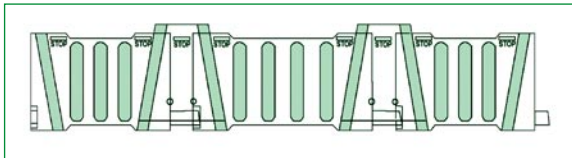

Fig. 3
4. Allineare le scritte **STOP**, presenti sui Registri e sui Moduli, per effettuare il serraggio (vedi **Fig. 3**).
*Align the words **STOP**, written on each element forming the spacer, in order to tightening them (see **Fig. 3**).*
Attenzione: non impegnare i moduli all'estremità della banda con il registro, ma conservarlo per la chiusura intorno al tubo (vedi Fig. 3 e 5).
WARNING: Don't close the modules, at the ends of the spacer, with a register but use it only when you have to tighten the spacer on the carrier pipe (see Fig. 3 and 5).